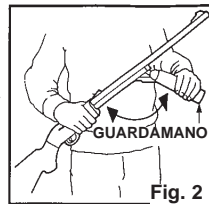

Fig. 2
- Abra el guardamano completamente hasta que se detenga (Fig. 2). Cuide de sostener el guardamano firmemente al abrirlo. Coloque las manos en las posiciones que se muestran en la Fig. 2 para evitar pellizcarse en caso de que se le sulte el guardamano. No retuerza el guardamano al bombar. Use movimientos rectos para evitar que se rompa.